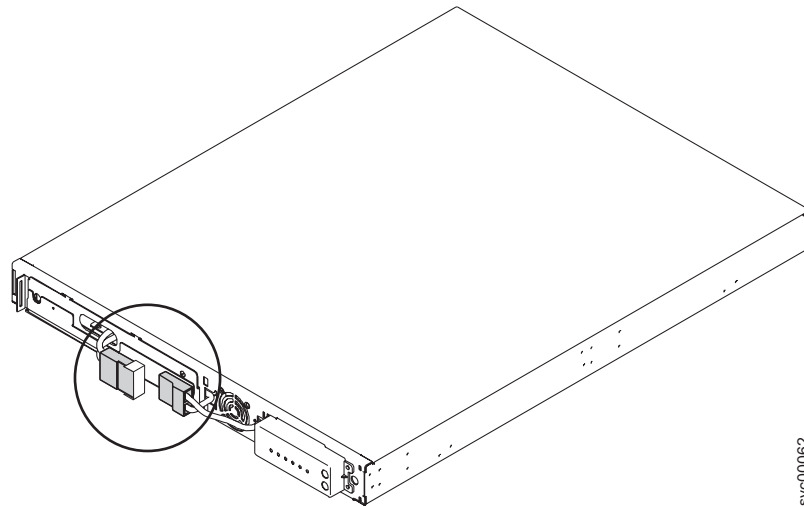

図 230. 保護テープ付きの 2145 UPS-1U 内部バッテリー・コネクタ
7. 2 つのコネクタを引き離して、露出したバッテリー・コネクタ (275 ページの図 230 に示す) を粘着テープでカバーします。